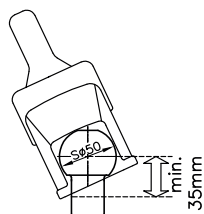
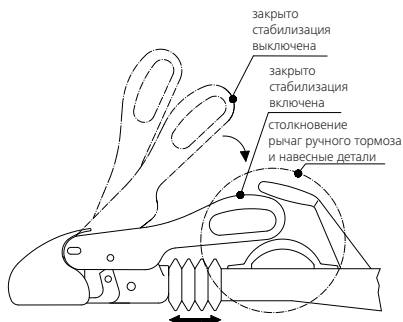

Рисунок 1: шаровая штанга буксирующего автомобиля
Рисунок 5: Включить стабилизацию
1.3 Тягово-сцепное устройство WS 3000/3500 может использоваться только со сцепными шарами в соответствии со стандартом DIN 74058 / ISO 1103, шейка шаровой головки в радиусе **35 мм должна быть свободна от навесных деталей.** (Рис. 1) (вместо 32 мм в соответствии со стандартом DIN 74058 / ISO 1103). Не допускается использование WS 3000/3500 в сочетании с пальцами с шаровой головкой и болтовым креплением без дополнительного стопорного предохранительного устройства. При включенном стабилизационном устройстве рычаг управления при движении должен быть свободен от деталей автомобиля или навесных деталей, т.е. при вставленной буксирной сцепке и одновременном вращательном движении WS 3000/3500 не должно происходить столкновение с рукояткой ручного тормоза или другими элементами. (Рис. 5). Также необходимо соблюдать инструкции по эксплуатации или указания производителя набегающего тормоза.
Для этого рычаг управления из застопоренного положения следует переместить вниз до упора. (Рис. 5). При этом пакет пружин натянут, прижимная сила через фрикционные накладки передается на сцепной шар. При этом рычаг управления находится почти параллельно оси дышла прицепа.